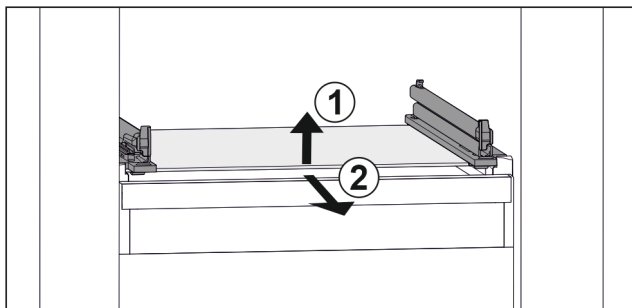

Fig. 97 Příklad znázornění skleněné desky
- ▶ Nadzvedněte skleněnou desku vpředu. Fig. 97 (1)
- ▶ Vyjměte skleněnou desku dopředu. Fig. 97 (2)